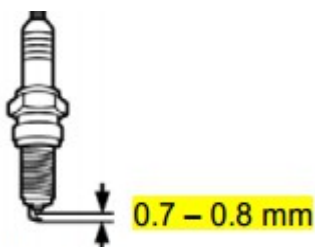

Fig. 30
6. Vérifier le bouchon de bougie d'allumage qui doit être de 0.7-0.8mm (Fig.30)